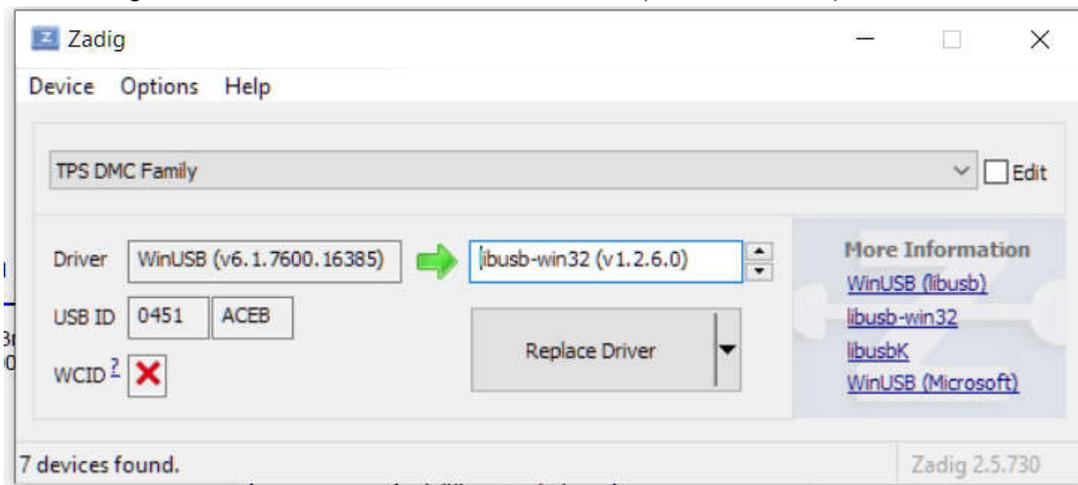

图 5-10. Zadig USB 驱动程序安装程序对话框
2. 下载并运行 Zadig 可执行文件，然后选择 libusb-win32 选项（请参阅图 5-10）。